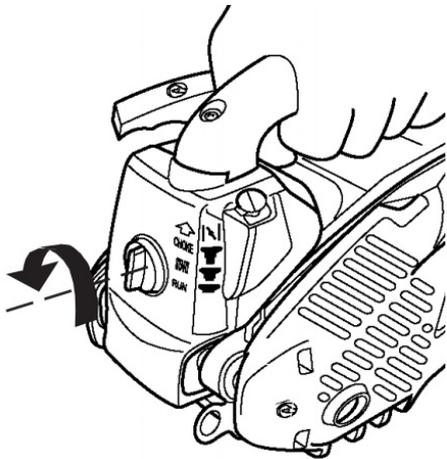

Fig.49
- Ôter le couvercle du filtre (Fig. 49) en dévissant le bouton.
- 1) Retirez le couvercle du filtre (Fig. 49) en dévissant le bouton.